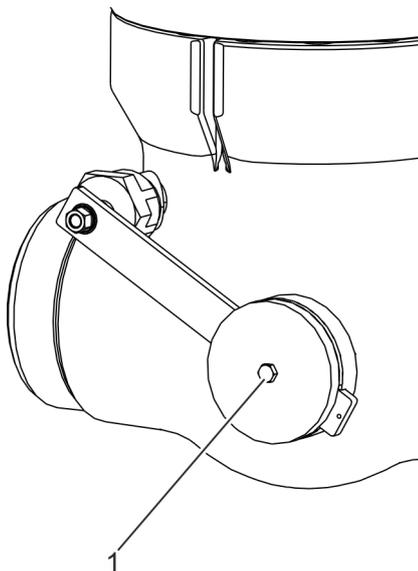

Fig. 13: Dévissage du raccord vissé
- 1.** ▶ Dévisser le raccord vissé (Voir la Fig. 13/1).